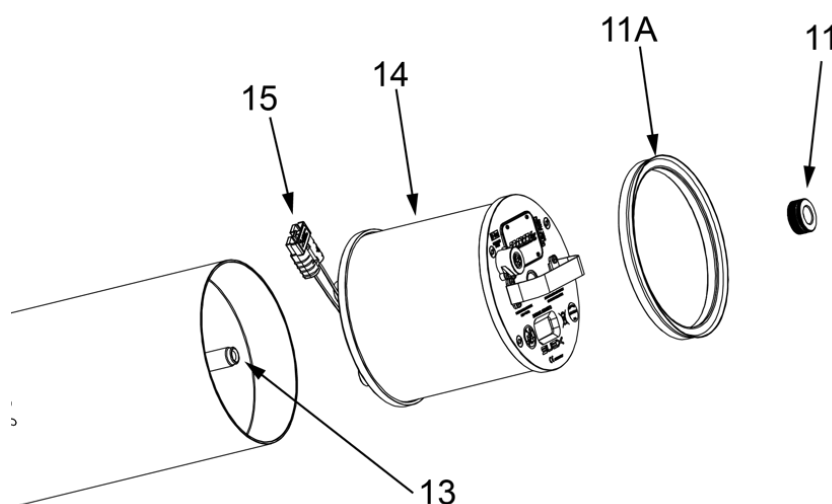

Fig 28 - Estrazione della batteria
Tolto il musone svitare la ghiera (11), estrarre l'anello drop drap (11A) e rimuovere la batteria (14) tirandola verso l'alto sfilandola dall'asta (13 - Fig 28 - a pag. 25). Alla completa estrazione della batteria, scollegare il connettore rosso (15).